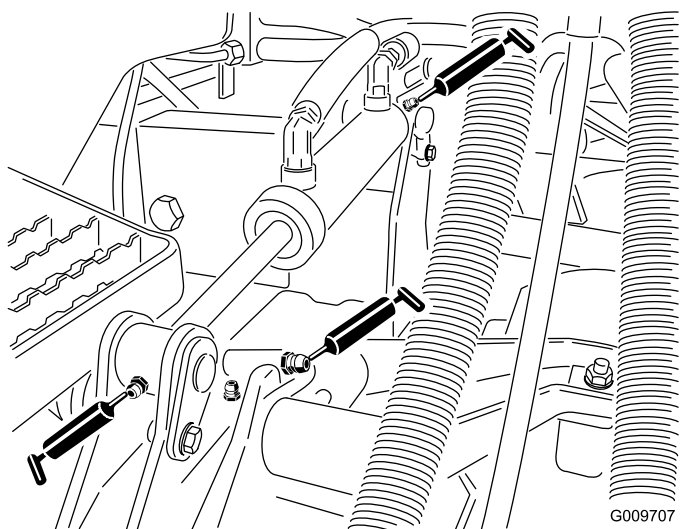

Figura 77
- Casquillos de brazo de elevación (1 por unidad de corte) tal y como se muestra en la Figura 77
- Casquillos de cilindro de elevación (2 por unidad de corte) tal y como se muestra en la Figura 77